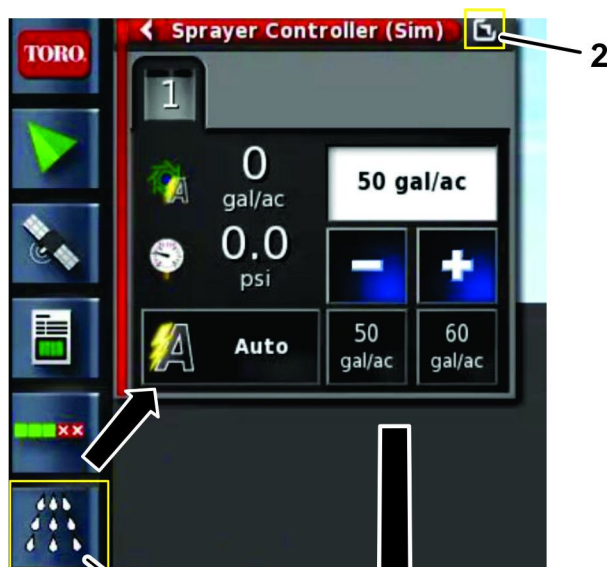

Figure 26
2. Appuyez sur l'icône du contrôleur de pulvérisateur et développez le panneau du contrôleur de pulvérisateur (Figure 26).
3. Appuyez sur l'icône ECU 1 (Figure 26).
4. Appuyez sur l'icône CONFIGURATION DE PRODUIT (Figure 26).